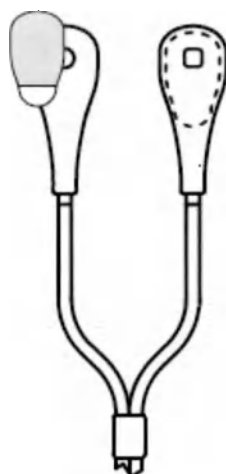

Рис. 5.1.48.
2. См. рис. 5.1.48. Прикрепите по одному квадратику плёнки на каждое окошко подушечек датчиков (излучатель и детектор). Не прикасайтесь к клейкой стороне до прикрепления к подушечкам датчиков.